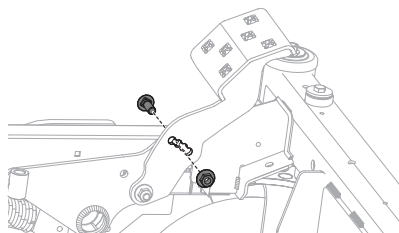

Figura 36
2. Retire el tornillo de carro y la tuerca hexagonal cerca del centro del montaje del pedal. (Figura 36).
4. Vuelva a instalar el hardware que retiró anteriormente y apriete la tuerca a 28-35 pies-libras (38-47 N·m) (Figura 36 en la página 65).